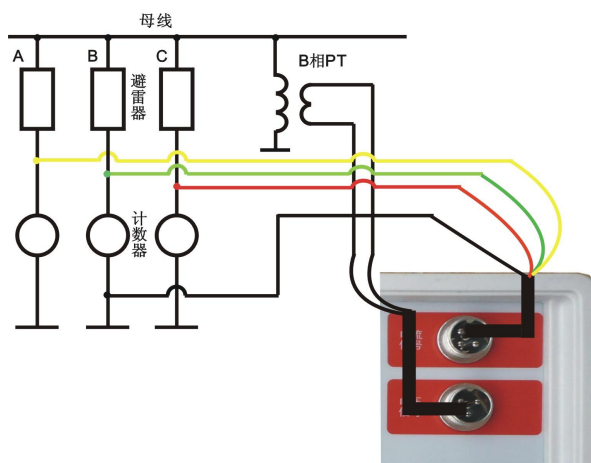

图 2 有线模式（X:三相同测）测试接线示意图
1) 有线模式（测试相序：**X**，三相同测）选择该模式，三相同测时，仪器具有抗干扰、角度自动补偿的功能。测试接线示意图，见图 2，